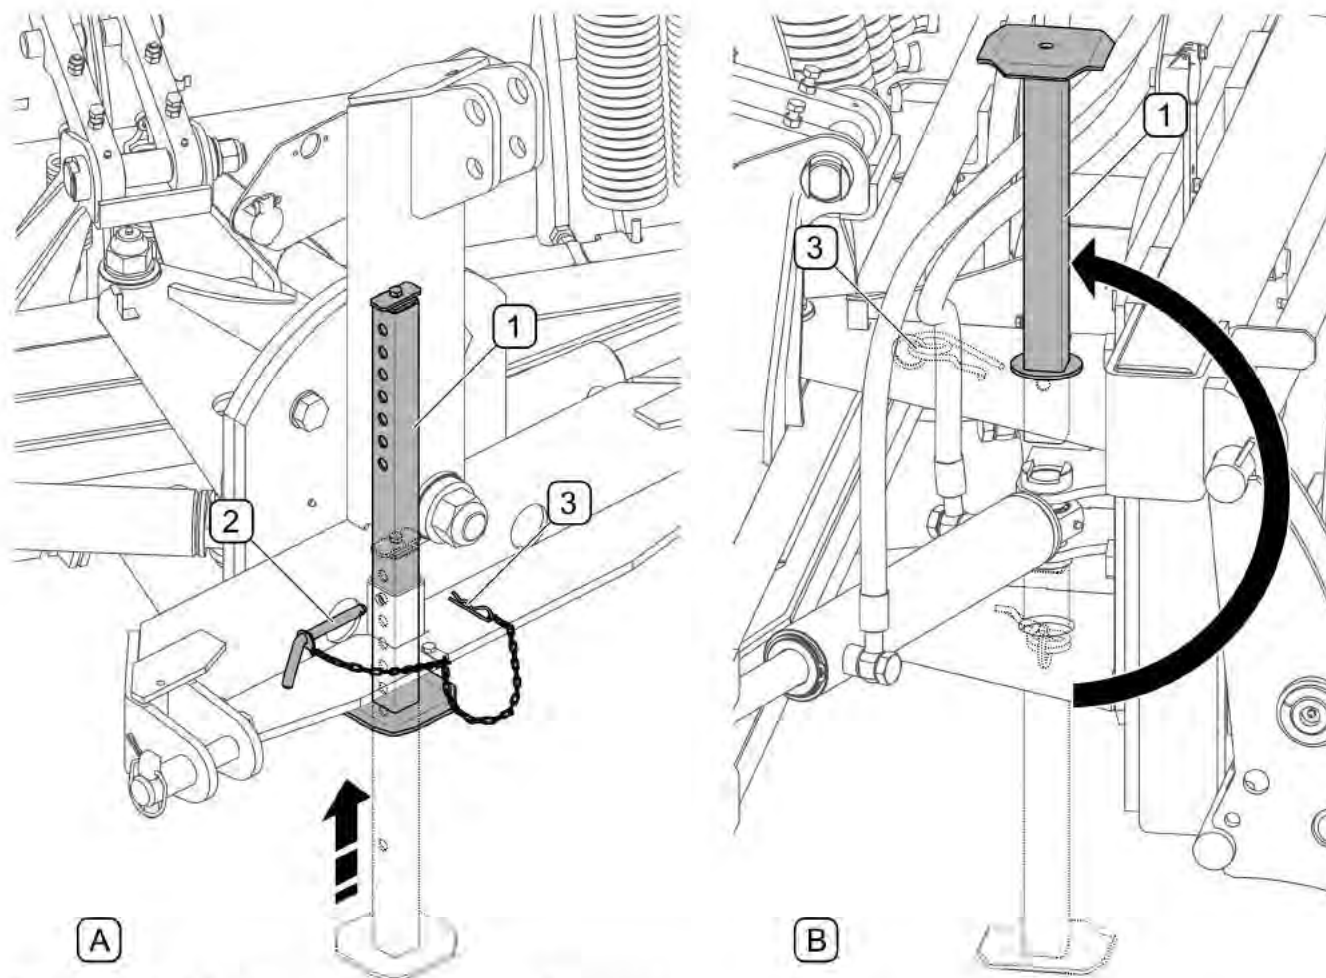

РИСУНОК 4.4 Подъем стояночной опоры
- поднять стояночную опору (РИСУНОК 4.4)
(1)- опора; (2)- шкворень; (3)- страховочная чека
В плугах с трехточечной системой навески (качающейся) кат. II-III (А) после завершения навешивания плуга на базовое транспортное средство необходимо передвинуть стояночную опору (1) вверх по направляющей (РИСУНОК 4.4) и зафиксировать ее положение при помощи шплинта (2) и страховочной чеки (3).
В плугах с качающейся трехточечной системой навески (напр. с трехточечной системой навески кат. II, для погрузчика LC-1650 и EURO-SMS) после завершения навешивания плуга на базовое транспортное средство необходимо извлечь опору, вставленную в нижнее отверстие рамы гидроцилиндров, перевернуть, вставить в верхнее отверстие в раме (РИСУНОК 4.4) и зафиксировать чекой (3).